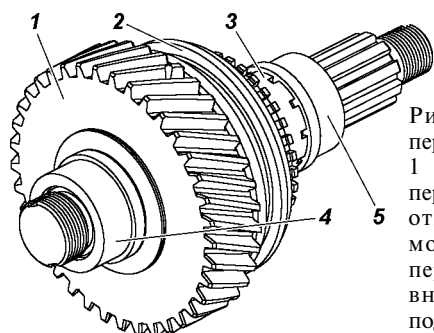

Рис. 7.6. Вал привода переднего моста в сборе:
1. Установите муфту 2 (см. рис. 7.6) на шлицы вала привода переднего моста заостренными торцами шлицев в сторону шестерни привода вала.